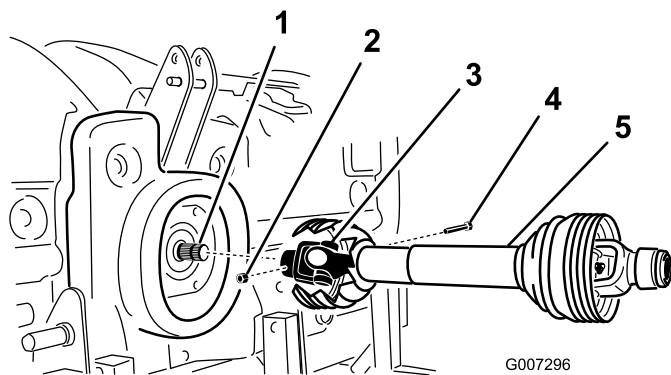

Figure 11
- Accouplez l'arbre d'entraînement de la PDF à l'arbre d'entrée du boîtier d'engrenages de la machine (Figure 11) à l'aide d'un boulon (1/2 x 3 po) et d'un écrou (1/2 po).